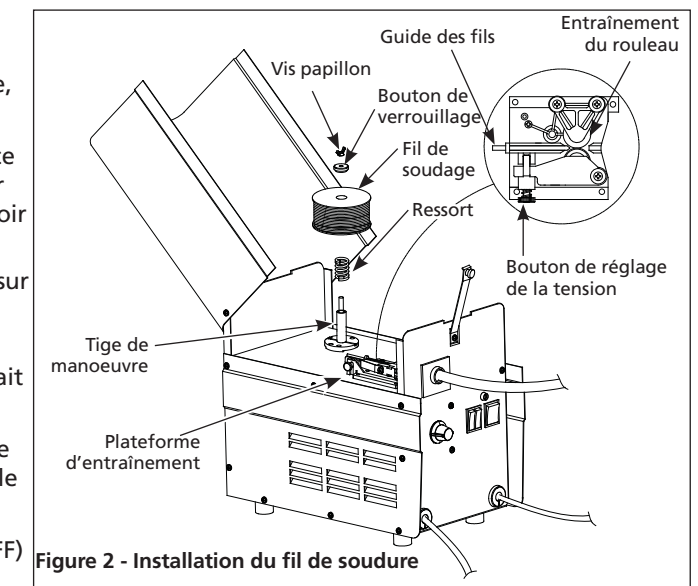

Figure 2 - Installation du fil de soudage
- Le diamètre du fil de soudage s'agence à la rainure du rouleau entraîneur sur le mécanisme d'alimentation du fil (voir figure 2).